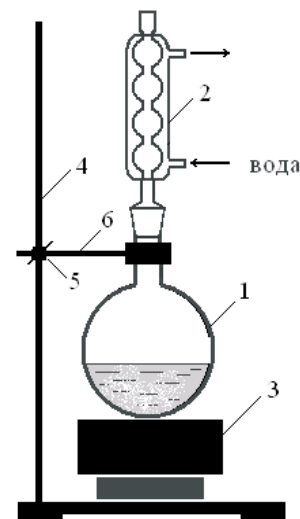

Рис. 3.3. Схема прибора для получения тиосульфата натрия:
Навеску сульфита натрия растворяют в 20 см³ воды, при помощи индикаторной бумаги измеряют pH раствора (1). Порошок серы, взятой в двукратном избытке от стехиометрического количества (2), измельчают (3), смачивают несколькими каплями этилового спирта (4) и с помощью стеклянной палочки переносят ее в раствор сульфита натрия. Собирают прибор, состоящий из круглодонной колбы, обратного холодильника (5) и электроплитки (рис. 3.3).